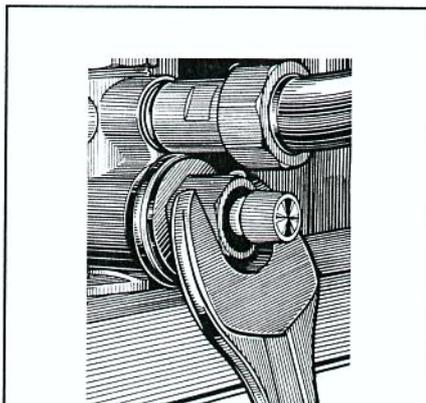

Fig. 3
**4)** Dévissez la tête de robinet (18) avec une clé n°24 (fig. 3) :